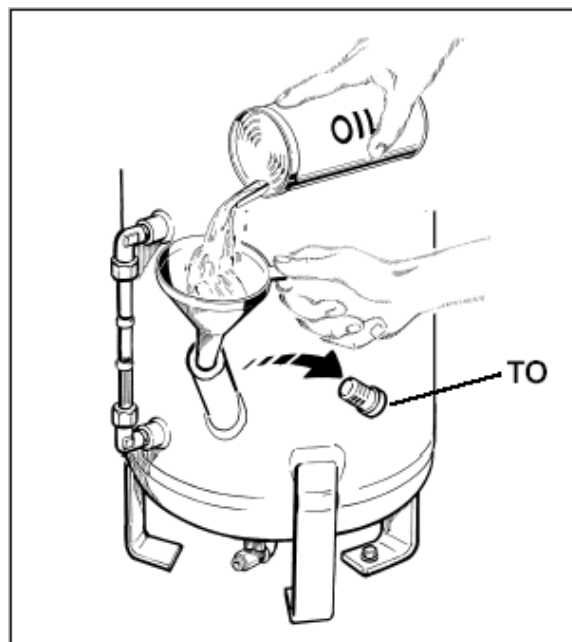

рис.16.
- Отвинтить пробку маслоналивной горловины **ТО**, не потеряв при этом уплотнительную прокладку (**рис.16**).